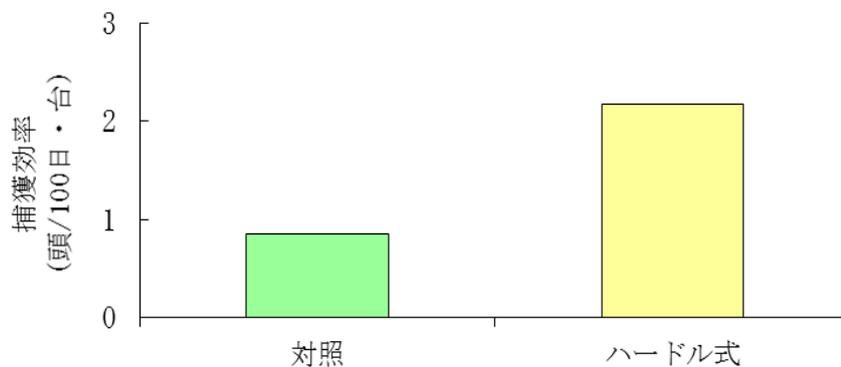

図3 ハードル式設置法の捕獲効果
- 3) ハードル式設置法は、シカの通り道にくくりわなのみ設置した方法と比べ、捕獲効率が約 2 倍に向上します（図3）。